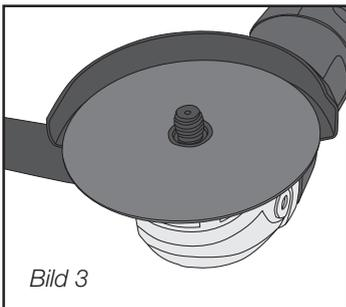

Bild 3
1. Tryck in spindellåset (1).
2. Demontera den yttre flänsen (3) med nyckeln (8).
3. Placera kap-/slipskivan på den inre flänsen (bild 3).